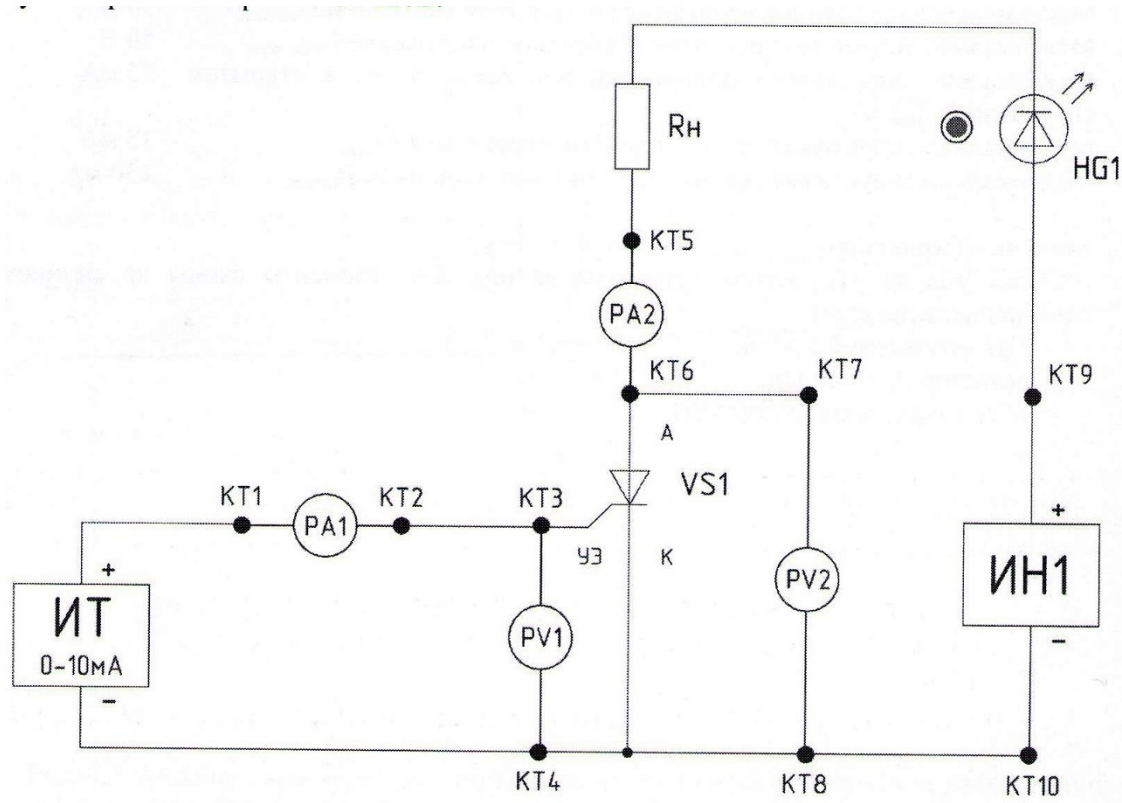

Рисунок 4.5 Схема модуля «Тиристор» с подключенными измерительными приборами.
- 1.1 Зарисуйте схему для получения анодной характеристики тиристора (см. рис. 4.5).